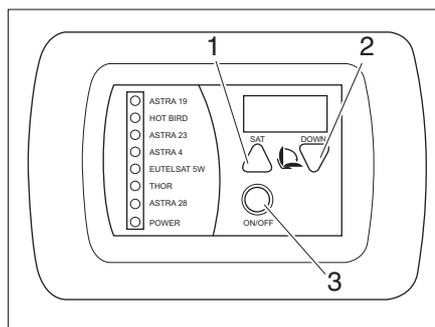

Fig. 42 Panel Menú Consumidor
- La instalación de antena parabólica se enciende con el botón ON/OFF (Fig. 42, 3).
- Pulsar la tecla SAT (Fig. 42,1) varias veces para seleccionar un satélite e iniciar la búsqueda.
- Pulsar la tecla Down (Fig. 42,2) para introducir la instalación de antena parabólica.
- Pulsar tecla ON/OFF (Fig. 42,3).